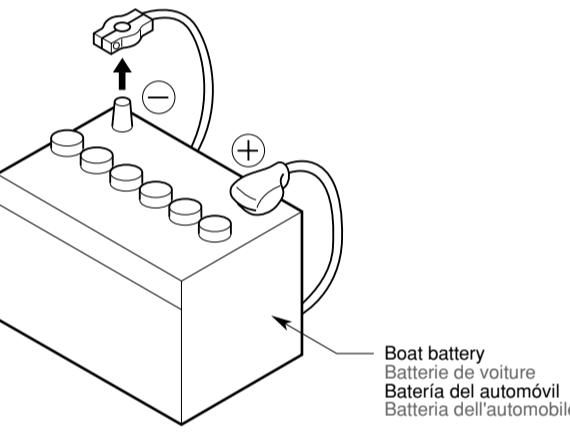

Figure 1 / Figure 1 / Figura 1 / Figura 1
- Be sure to disconnect the battery's "O" terminal before beginning the installation. This is to prevent short-circuiting. (Figure 1)
- Raccordez bien la borne "O" de la batterie avant de procéder à l'installation. Ceci a pour but d'éviter les courts-circuits. (Figure 1)